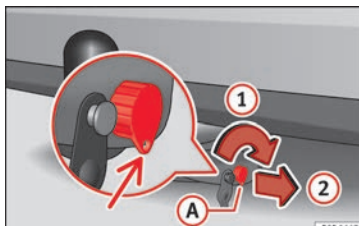
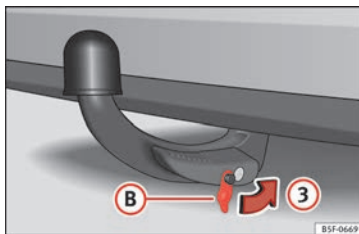

Bild 230 Låsa låset
Bild 231 Placera skyddet över låset
- Vrid nyckeln ① i pilens ① riktning tills nyckeln del med håll når det nedersta läget » bild 230.
- Ta ut nyckeln i pilens riktning ②.
- Placera skyddet ③ i låset i pilens riktning ③ » bild 231 » ①.